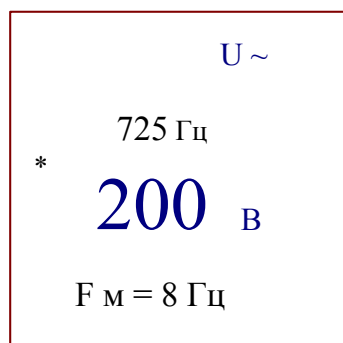

Рис.6. Окно измерений сигналов переменного тока.
- через 3- 5 сек. на экране ЖКИ, высветится информация о среднеквадратическом значении измеряемого напряжения, его частоте и частоте модуляции (в случае модулированного сигнала) и будет периодически обновляться до выключения режима. Вид информации на экране ЖКИ представлен на рис.6.